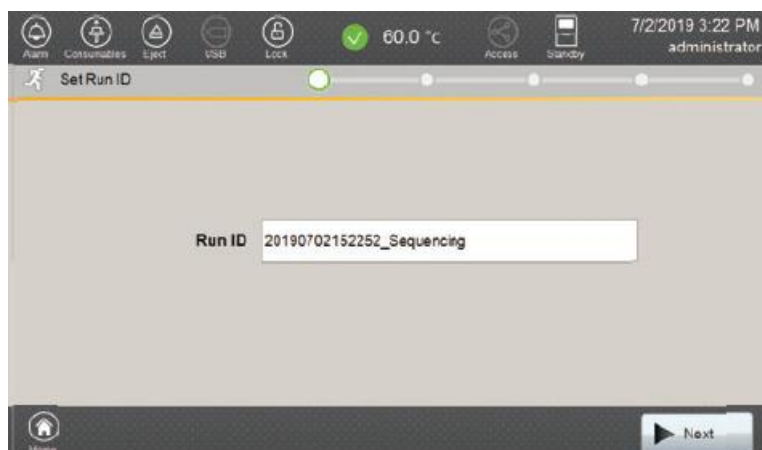

図 79 Set Run ID 画面
2. デフォルトのラン ID が表示されます。必要に応じて、Set Run ID の画面から新しいラン ID を入力することもできます。(図 79)